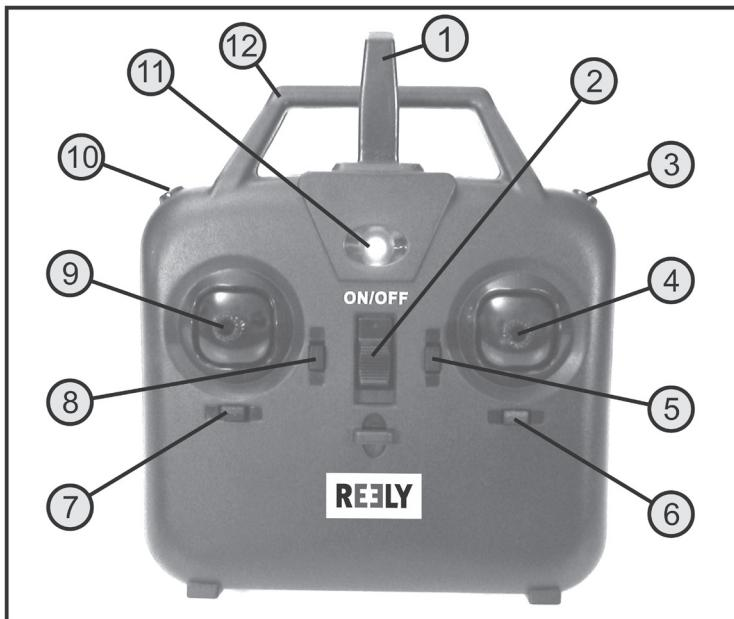
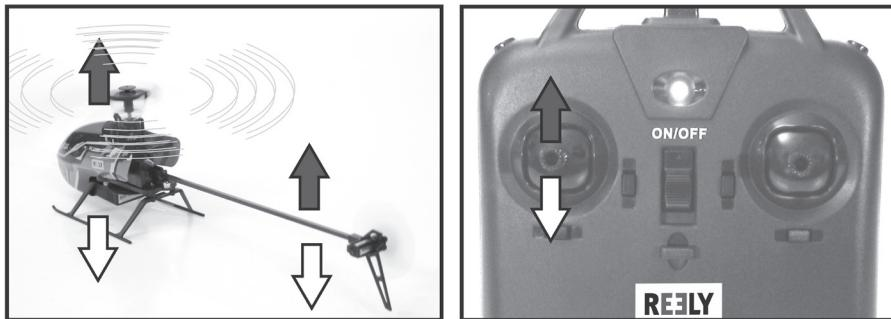
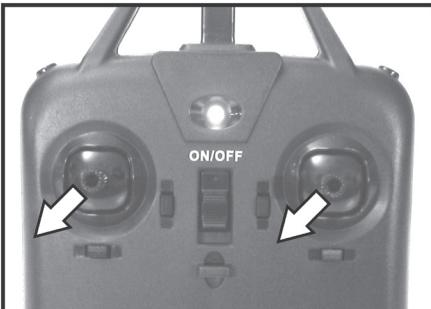

Figure 1
Figure 8
Figure 12
Pour ce faire, faites glisser l'interrupteur Marche/Arrêt (voir également figure 1, pos. 2) de la position inférieure (« OFF » = arrêt) vers la position supérieure (« ON » = Marche).
L'émetteur émet un signal sonore et l'affichage LED (voir également figure 1, pos. 11) commence à clignoter lentement.
Déplacez le levier de commande des fonctions de Pas et Arrière (voir également la figure 1, pos. 9) vers la position la plus élevée. L'émetteur émet de nouveau un signal et le voyant à diode LED clignote alors rapidement.
Mettez ensuite l'émetteur en marche au moyen de commutateur Marche/Arrêt (voir figure 1, pos. 9).
Déplacez à présent le manche pour la fonction de Pas et Arrière (voir figure 1, pos. 9) une fois à fond vers le haut, puis à fond vers le bas et de nouveau en position centrale. Cela permet de relier numériquement le modèle à la télécommande pour pouvoir procéder aux commandes.
La liaison correcte entre le modèle et l'émetteur peut être facilement vérifiée avant un décollage. Pour ce faire, déplacez le levier de commande de la fonction de Tangage et de Roulis (voir figure 1, point 4). Le plateau cyclique situé sous la tête du rotor doit toujours se déplacer dans le même sens que la déviation du levier.
A l'aide de la fonction de Pas, vous pouvez régler la hauteur de vol de l'hélicoptère (voir figure 8). La commande s'effectue à l'aide du levier de commande de gauche (voir également figure 1, pos. 9). Celui-ci peut être déplacé vers le haut et vers le bas à partir de la position centrale. Comme les angles d'incidence des deux pales du rotor principal ne sont pas interchangeables, la régulation de l'altitude de vol se fait en modifiant la vitesse du rotor principal.
Si le levier de commande se trouve en position médiane, l'hélicoptère se maintient à la même altitude. Lorsque l'on déplace le levier vers le haut, la vitesse du rotor principal augmente et le modèle réduit d'hélicoptère monte (voir les flèches sombres à la Figure 8). Lorsque l'on déplace le levier vers le bas, la vitesse du rotor principal diminue et le modèle réduit d'hélicoptère descend (voir les flèches claires de la figure 8).
Les fonctions de contrôle illustrées aux figure 8 à figure 12 avec les affectations de leviers de commande correspondent au mode de télécommande II largement utilisé. Cependant, certains pilotes de modèles réduits préfèrent le mode I, où la fonction de Pas est contrôlée à l'aide du levier de droite et la fonction Tangage avec le levier de gauche.